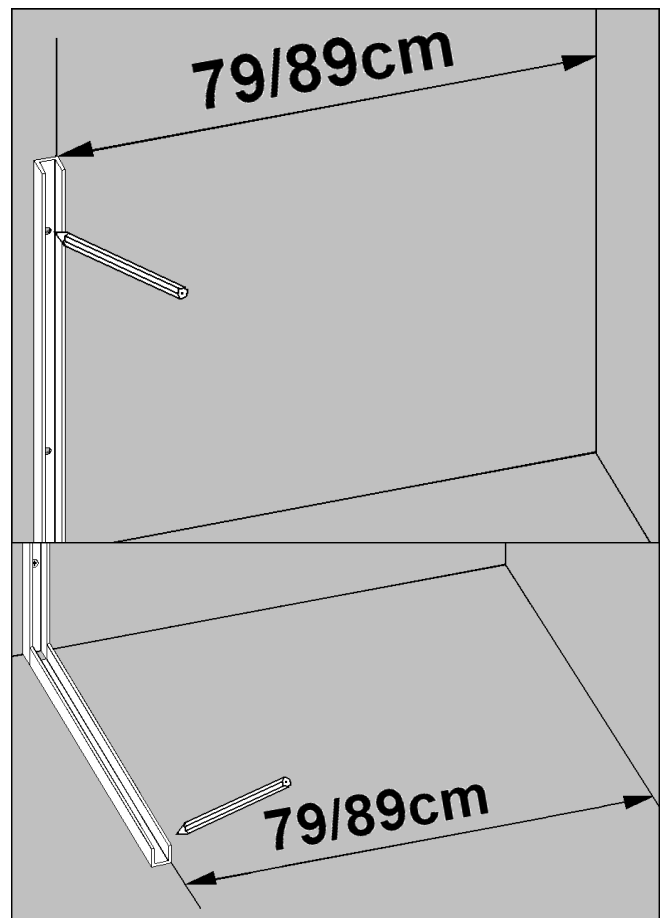

Bild 1/2
2. Platzieren Sie das lange U-Rahmenprofil vertikal auf die Wand und richten es mit der Wasserwaage aus. Die Rahmenprofilkante sollte auf Ihre Markierung aufgesetzt werden und auf Ihrem Bodenbelag aufgestellt werden (**siehe Bild 1**). Markieren Sie die Bohrlöcher des Rahmenprofils und entfernen dann wieder das U-Profil (sollten die Markierungen genau auf einer Fliesenkante sein, drehen Sie bitte das Rahmenprofil und markieren die neuen Bohrlöcher).